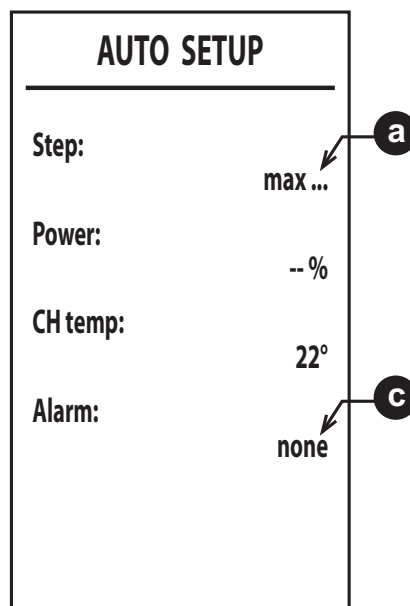

fig. 51
6. După aprindere, arzătorul se poziționează pe încălzire la diferitele puteri (max, med, min) indicate de punctul **a** (fig. 51).
8. Dacă secvența de aprindere descrisă la punctul „6” nu s-a finalizat cu succes, apare mesajul **max_err** la punctul **a** și un cod de eroare la punctul **c** (fig. 51).